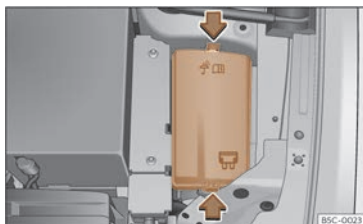

Abb. 224 Im Motorraum: Abdeckung des Sicherungskastens.
- Verriegelungstasten drücken, um die Abdeckung des Sicherungskastens >>> (**Abb. 224**) zu entriegeln.